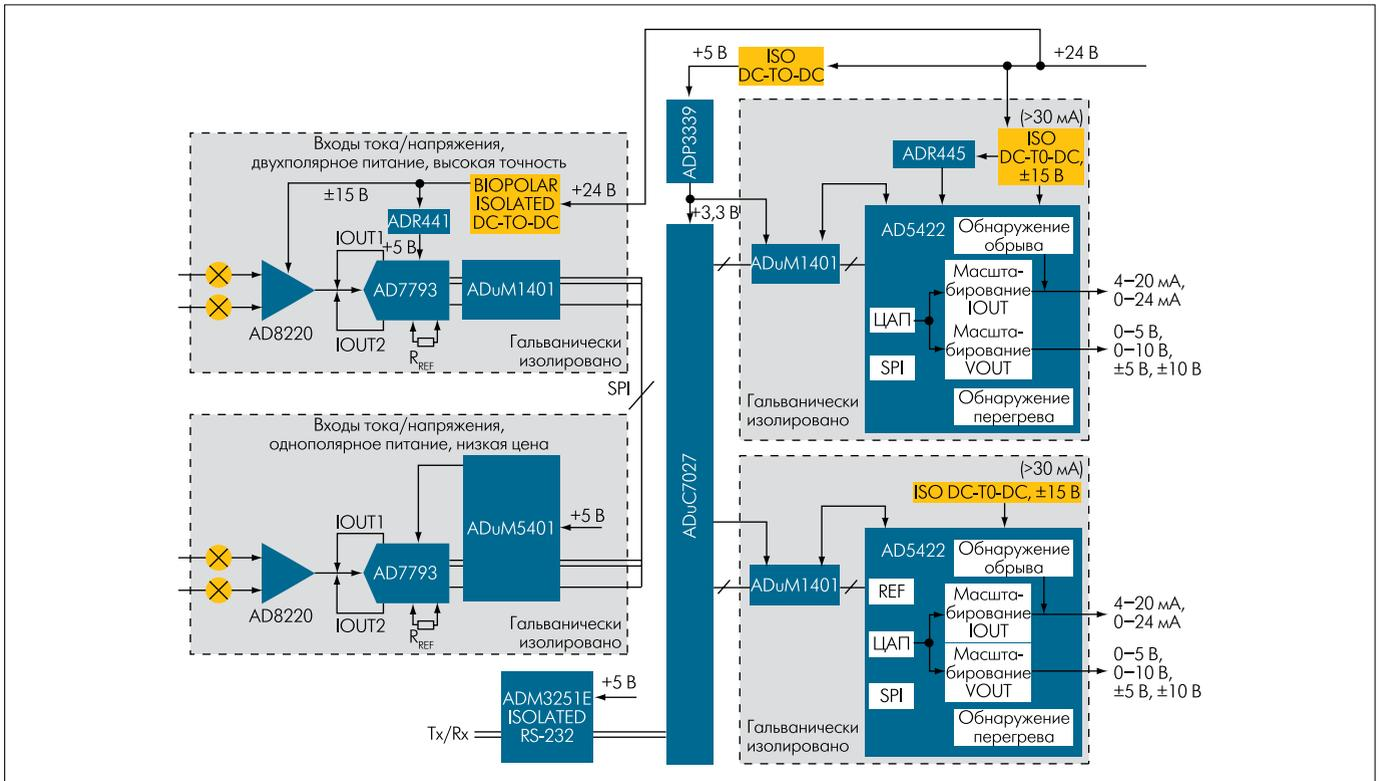

Рис.6. Система в целом
**Система в целом** (рис.6). Главным контроллером системы является прецизионный аналоговый микроконтроллер ADuC7027. 32-разрядное ядро ARM7TDMI обеспечивает удобство работы с 24-разрядными АЦП. В ADuC7027 имеется 16 Кбайт встроенной флеш-памяти. Кроме того, можно подключить до 512 Кбайт внешней памяти. Стабилизатор ADP3339 обеспечивает стабильное питание для микроконтроллера.